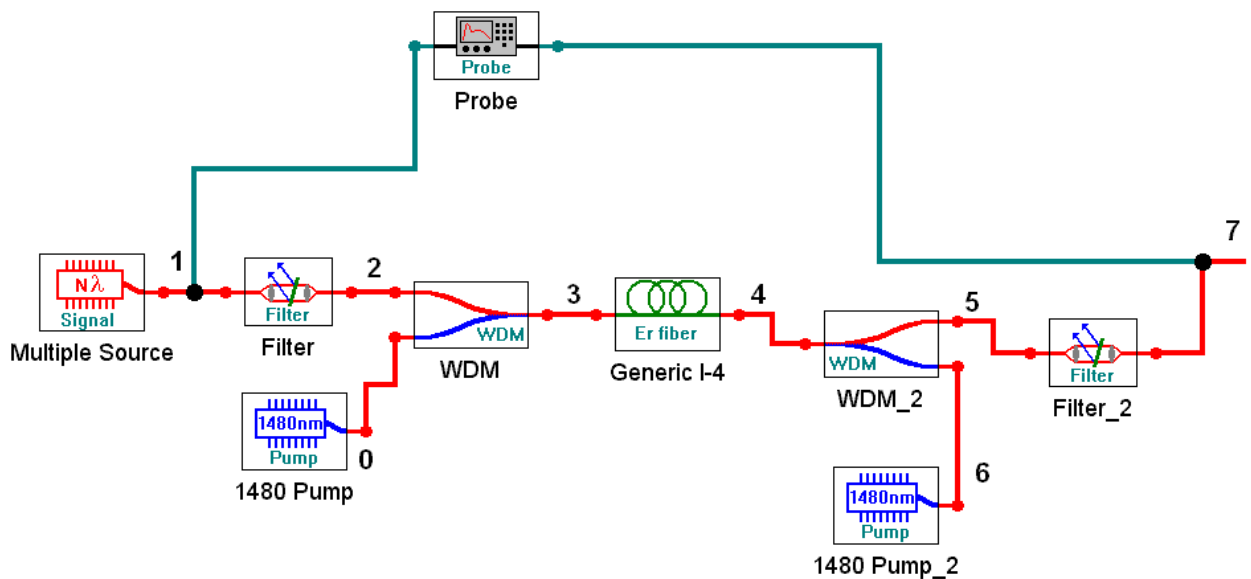

Рис. 4.1. Упрощенная схема ОУ на ОВ, легированном эрбием с двунаправленной накачкой
- 4.1. Получите у преподавателя номер варианта. По таблице 1.1 выберите конкретное ОВ и его первоначальную длину. Соберите схему исследования эрбиевого ОУ с двунаправленной накачкой (рис. 4.1). Установите параметры источника излучения $N\lambda$ *signal*, оставив в диапазоне от 1520 до 1560 нм 11 длин волн с уровнем мощности -30 дБм. Установите длину эрбиевого ОВ согласно таблице 1. Установите уровни мощности накачки 20 дБм на длине волны 1480 нм.